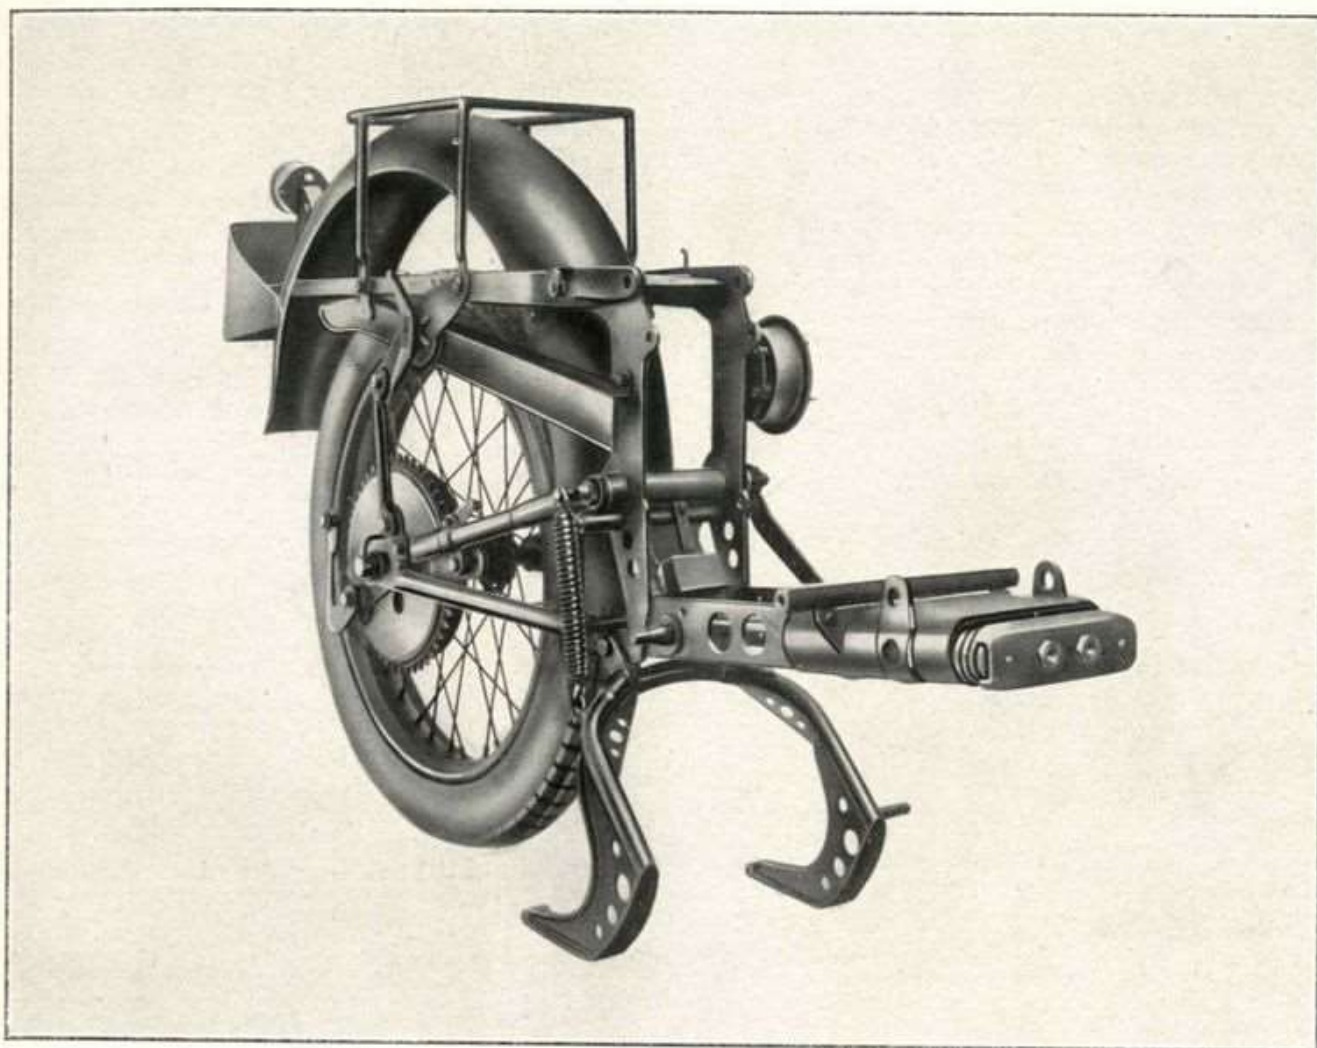

Fig. 11 - Parte posteriore del telaio completo
- Il gruppo bracci posteriori parafango borsette completo (vedi fig. 11).